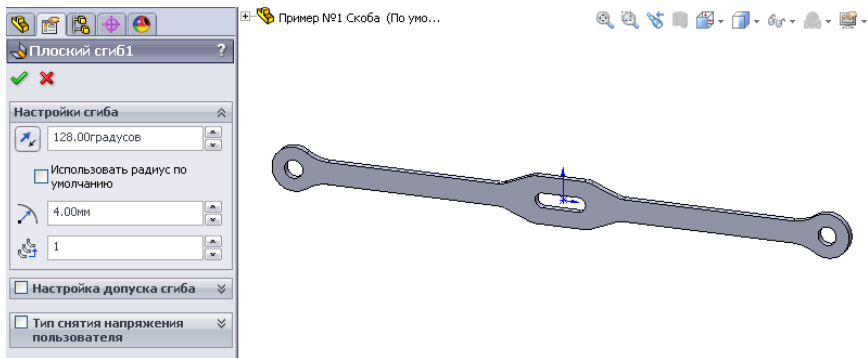

Рисунок 9.27 - Зміна радіусу згину, його кута і напрямку
8. Тепер, коли деталь вже в зігнутому стані, необхідно відредагувати радіуси, кути й напрямки створених згинів. Для цього в дереві конструювання виберемо спочатку **«Плоский сгиб1»**, клацнемо правою кнопкою миші й активізуємо в контекстному меню команду - **«Редактировать определение»**. Деталь розігнеться, і на екрані з'явиться панель **«Плоский сгиб1»**, де можна змінити радіус згину, його кут і напрямки, як на рис. 9.27.